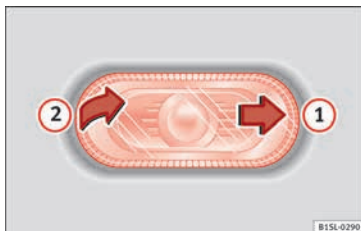
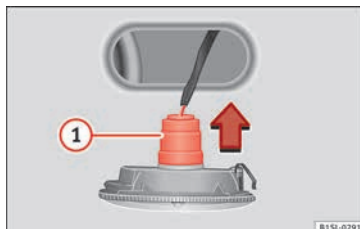

Fig. 92 Démontez le clignotant latéral.
Fig. 93 Clignotant latéral : remplacement des ampoules.
1. Déplacez avec une main le clignotant latéral vers l'arrière » fig. 92 ①.
2. Retirez le clignotant latéral de la carrosserie en faisant lever ②.
3. Retirez le support d'ampoule avec l'ampoule dans le sens de la flèche » fig. 93 ①.